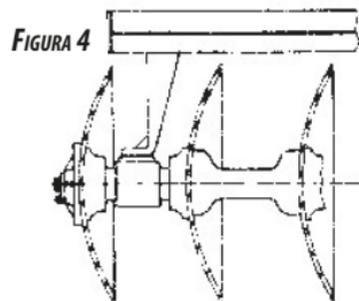

FIGURA 4
- Armar la armación con la sección de disco y observar que el soporte de fijación de los cojinetes (porta discos) debe quedar en dirección para la concavidad de los discos, conforme **figura 4**.